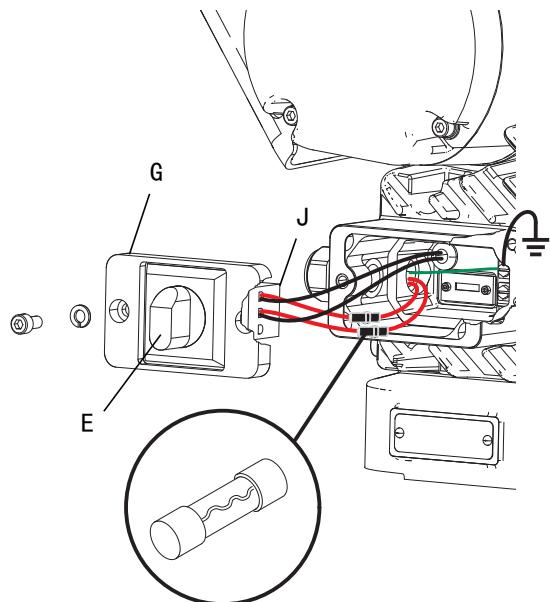

图 5：接地线
6. 在空间允许的情况下，将风扇导线及其他电源线放在隔断块 ( J ) 两侧的开放区域。重新安装接线盒盖。参见图 5。